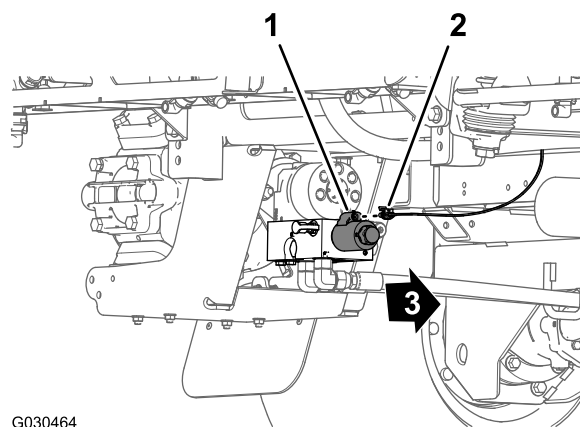

Рисунок 25
5. В задней части машины, во внутренней зоне насоса опрыскивателя разъедините 2-гнездовой соединитель заднего жгута проводов и 2-штиревой соединитель реле насоса (Рисунок 25).